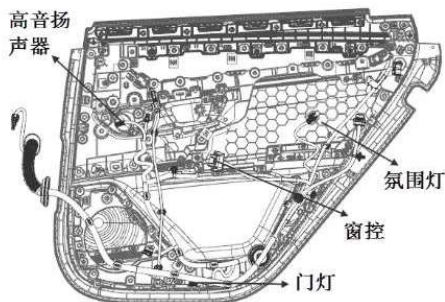

图 8-1-7 线束分支接插件位置示意图
(7) 如图 8-1-7，分别按住高音扬声器、玻璃升降开关组、氛围灯、门灯接插件上的卡脚，同时用力向外把线束接插件拔下，再将各线束分支在门板背面固定的卡扣从门板上拔出。